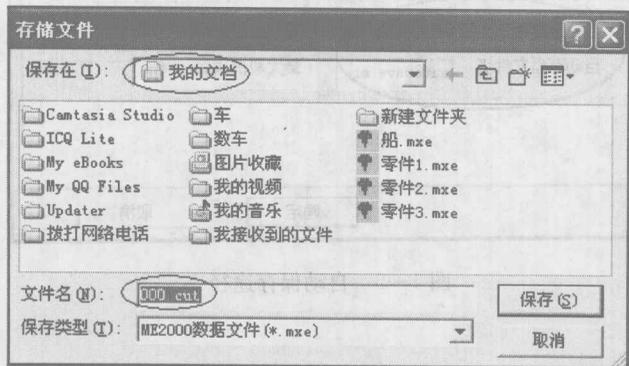

图 1-3 存储地址
3. 点击“保存在”下拉框右端箭头, 选择指定盘“我的文档”作为保存目录, 如图 1-3 所示。